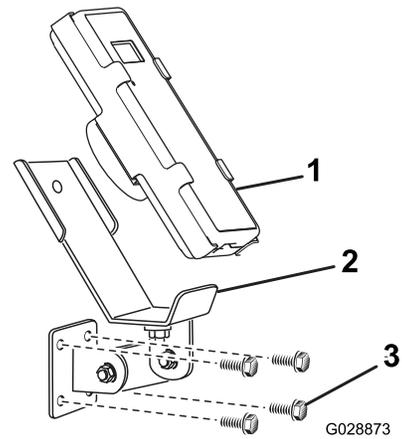
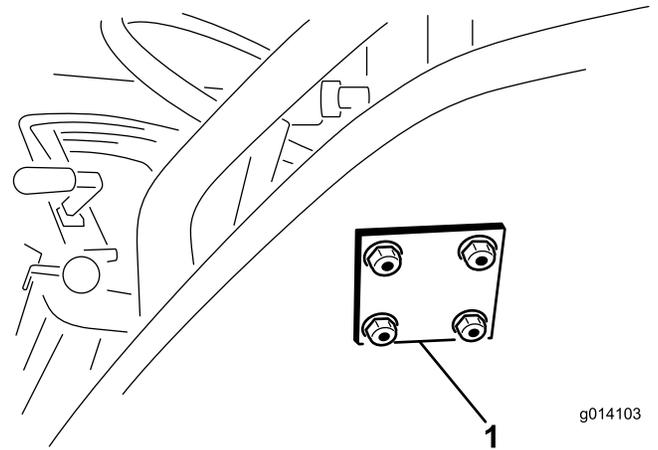

図 10
図 11
3. ブラケットとバックングプレートを取り付けるフランジヘッドボルト 5/16 x 1½" 4本とフランジロックナットを使用する 図 10 と 図 11。